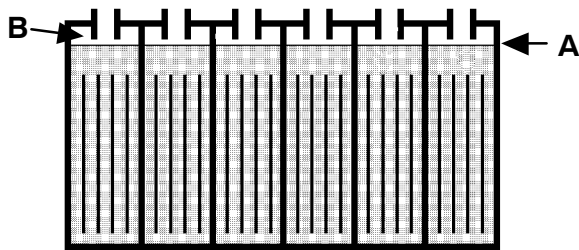

FIG. 19
9. Batteries plomb-acide: après le chargement, vérifiez le niveau d'électrolyte (A) des batteries. Le niveau doit se trouver environ à .375 in / 1 cm du bord inférieur de l'orifice de remplissage (B) (Figure 19). Ajoutez de l'eau distillée si nécessaire. **NE REMPLISSEZ PAS TROP.**